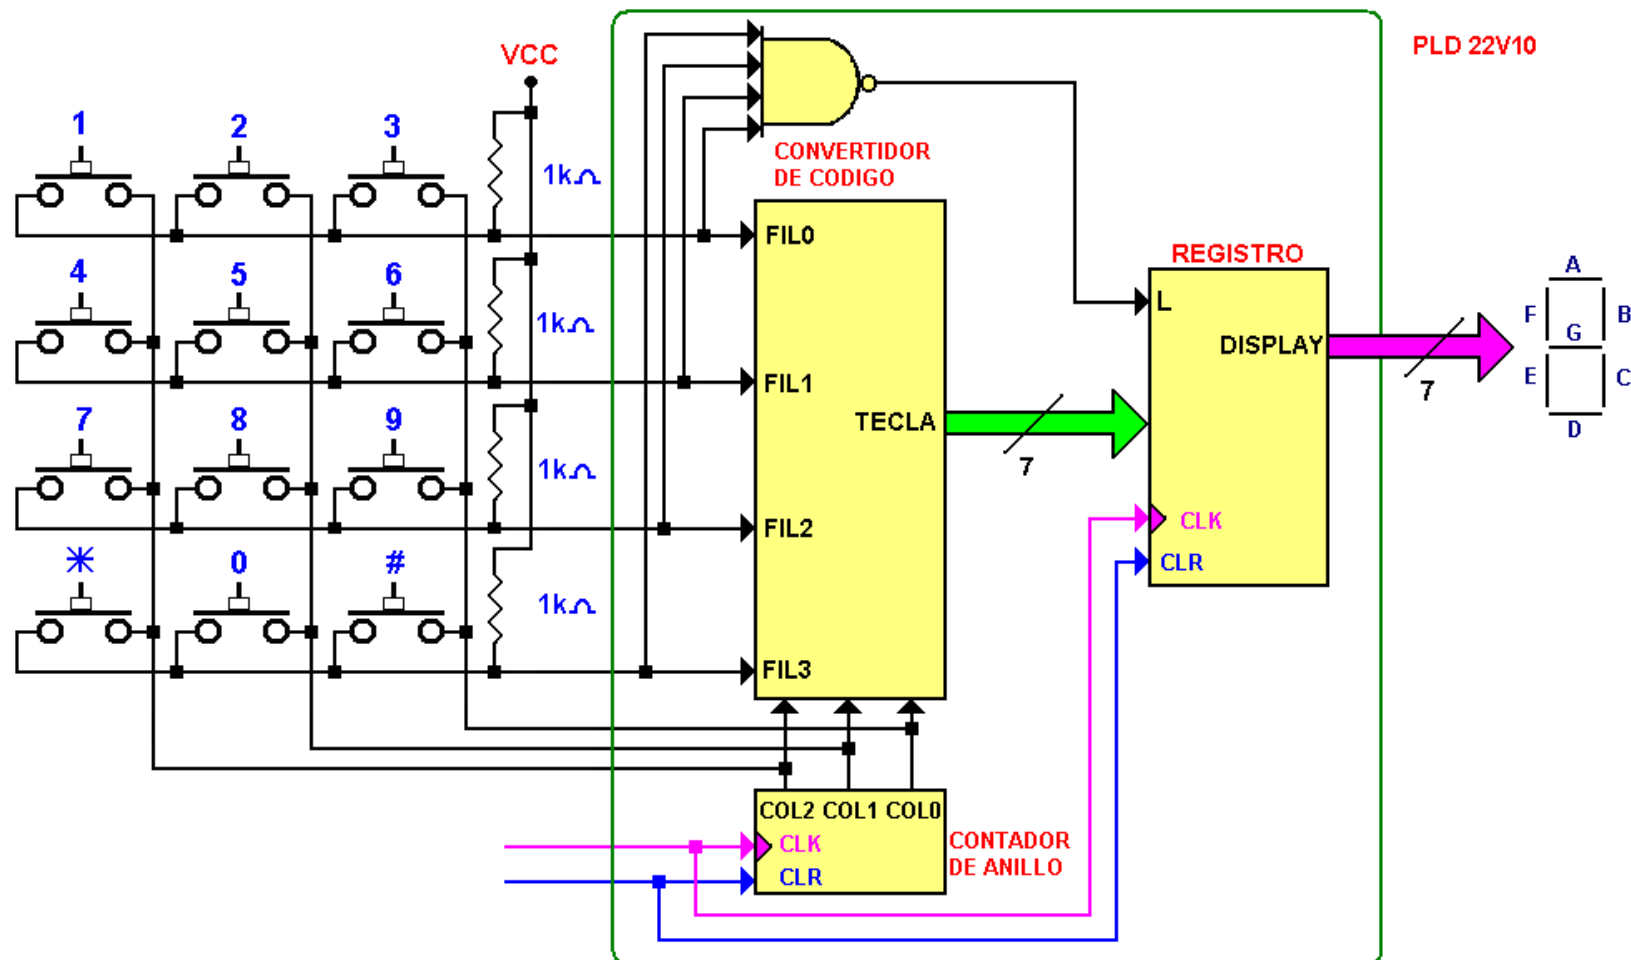

Ilustración 2 Microarquitectura del diseño a realizar.
1. Realizar un programa en HDL que permita implementar el diseño mostrado en la microarquitectura de la ilustración 2.